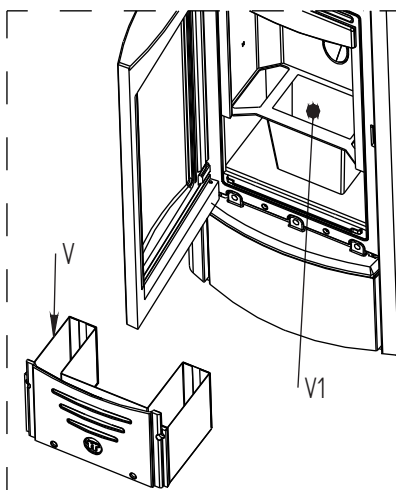

FIGURA 3
- **SETTIMANALMENTE** svuotare il cassetto cenere "V" dalle ceneri residue (figura 3).
- **SETTIMANALMENTE** aspirare dal vano "V1" sotto al braciere le ceneri residue (figura 3).